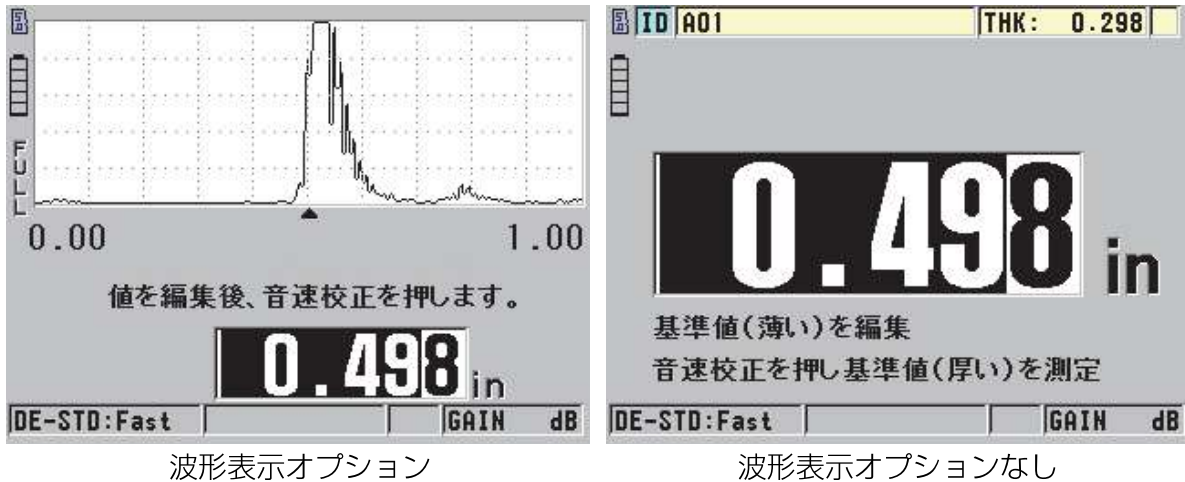

図 5-5 5 ステップ階段状試験片（厚い部分）による音速校正の実行
1. 波形表示ソフトウェアオプション付きまたはオプションなしの装置で、材料音速校正を実施するには（56 ページ図 5-5 参照）